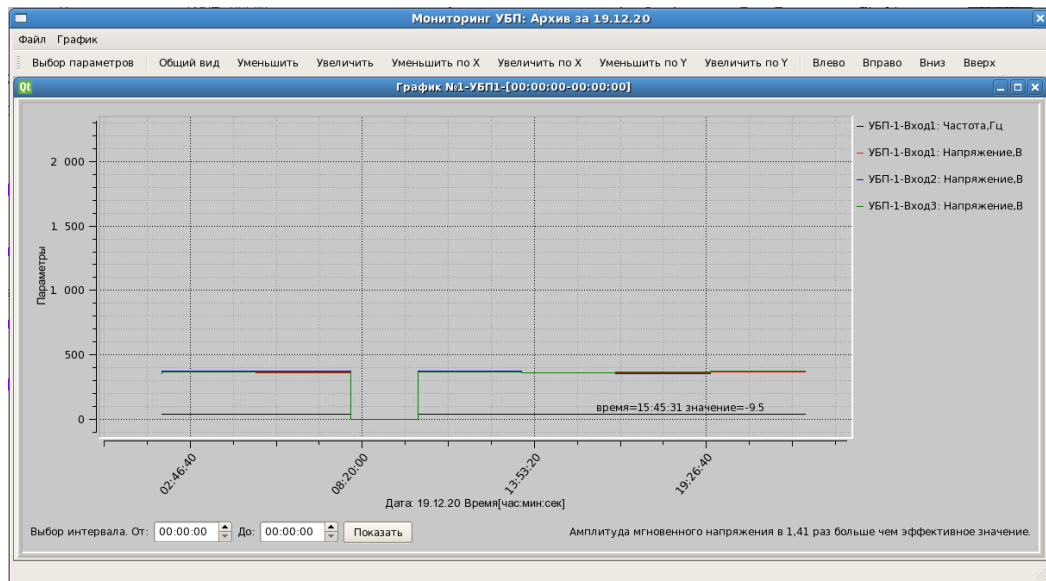

Рисунок 4.14.3
4.14.3 Если архив за заданные сутки найден, открывается окно просмотра графиков напряжений и частоты на входах выбранного УБП (рисунок 4.14.3).